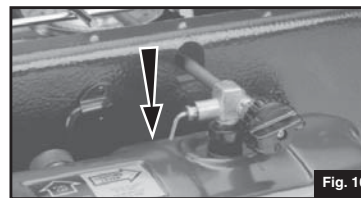

Fig. 16
- Wait one full minute then turn LIGHTING LEVER down. (Fig. 16)
- Espere un minuto completo; mueva la PALANCA DE ENCENDIDO hacia abajo. (Fig. 16)